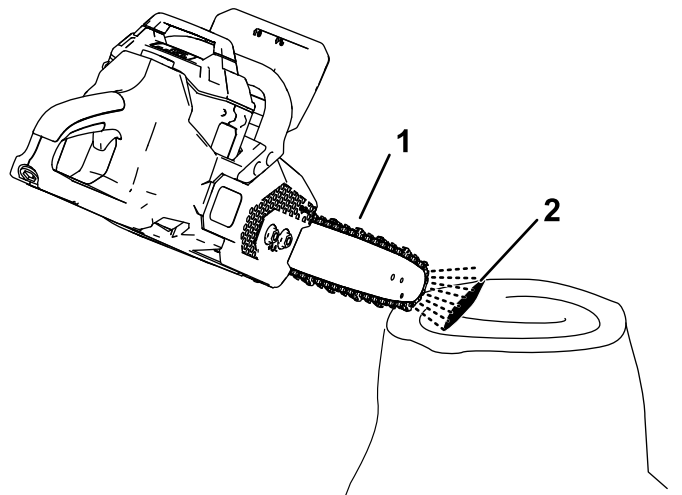

Figure 29
- Pour vérifier que l'huile arrive jusqu'à la chaîne, pointez le nez de la tronçonneuse à quelques centimètre/pouces au-dessus d'une surface (papier, carton, souche, etc.) et démarrez la tronçonneuse; un peu d'huile devrait être pulvérisé sur surface (Figure 29).